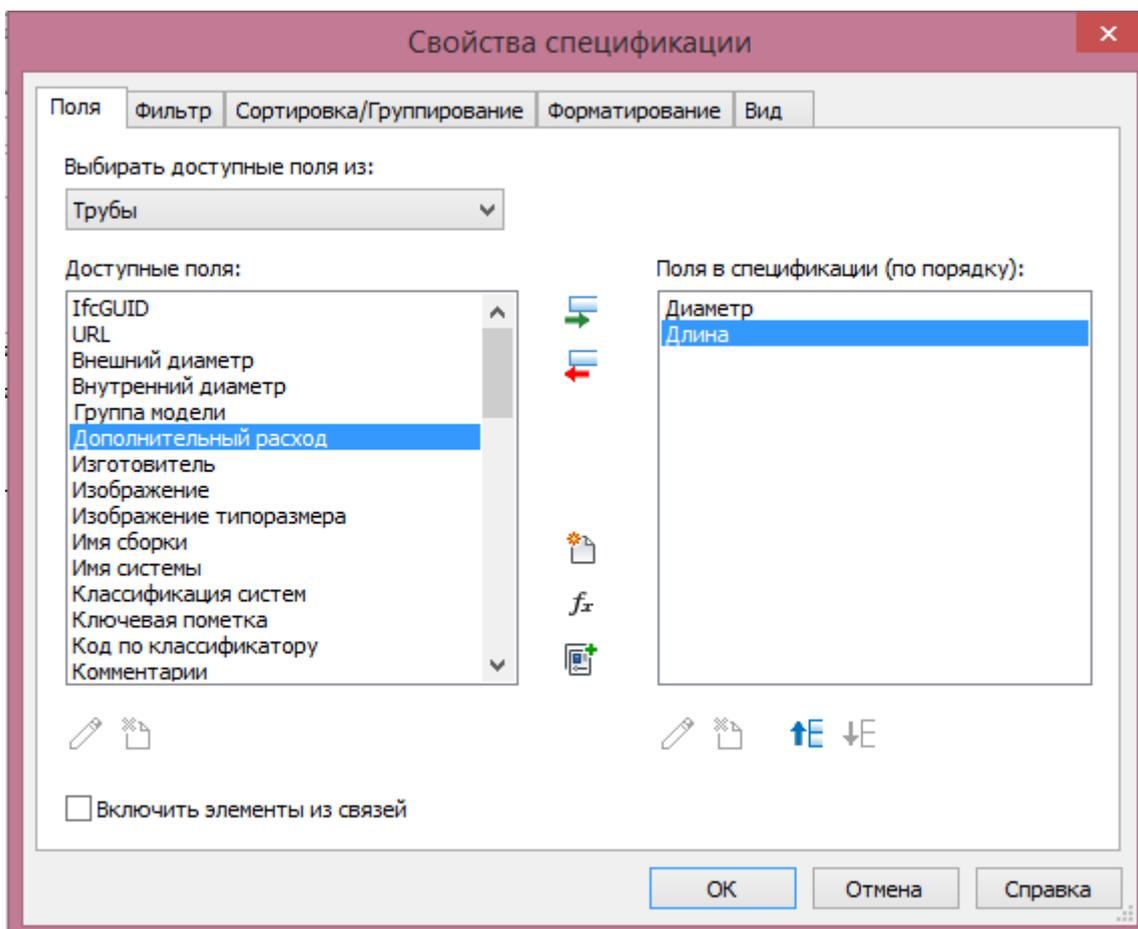

Рисунок 5.24 Настройка полей спецификации
4. Далее нажать «ОК» и в появившемся окне «Свойства спецификации» из перечня «Доступных полей» выбрать нужные для спецификации поля – «Диаметр» и «Длина» (рисунок 5.24).